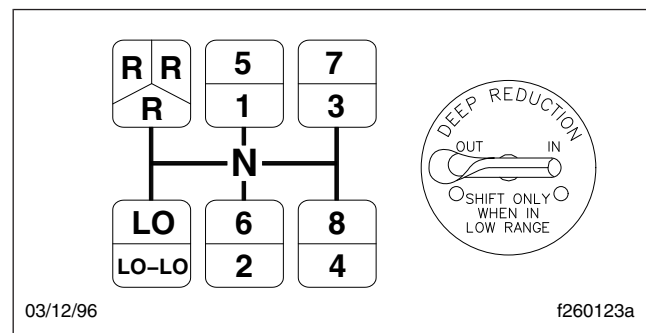

Figura 8.8, Patrón de cambios, alta reducción
Los modelos de alta reducción de Eaton Fuller no son sincronizados. Éstos tienen una sección anversa de cinco velocidades y una sección auxiliar de dos velocidades que tiene una marcha de alta reducción extra. La marcha baja en la sección anversa se usa solamente como una marcha de arranque. Las otras cuatro relaciones se usan una vez en INTERVALO BAJO y una vez en INTERVALO ALTO proporcionando así ocho relaciones de carretera. Se selecciona LO-LO (baja-baja) con la palanca DEEP REDUCTION (alta reducción) que se encuentra en el tablero de instrumentos. Vea la **Figura 8.8** que muestra el patrón de cambios.
1. Ponga la palanca de cambios en neutro. Vea la **Figura 8.8** que muestra el patrón de cambios. Arranque el motor, y eleve la presión del sistema de aire a un valor entre 95 y 125 psi (655 y 862 kPa).